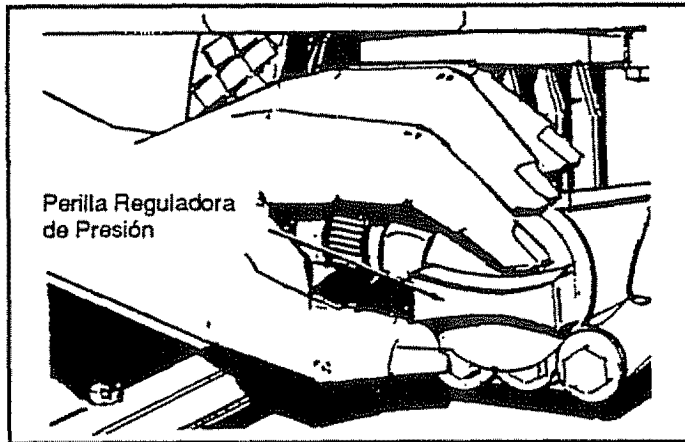

FIG. 17
- Puede también ajustar la presión girando la Perilla Reguladora (Fig. 17) hasta el punto de presión deseado. Girando esta perilla totalmente en el sentido de las agujas del reloj se logra la presión más alta.